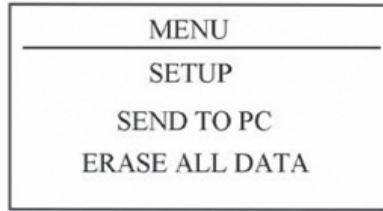

Figura 8 Menú de configuración
-  (modalidad/OK): presionando esta tecla se puede cambiar la visualización sobre la pantalla; manteniéndola presionada, se visualizará el menú de configuraciones (como muestra la Figura 8)
En el modo de visualización numérica/curva, presione “” (tecla modalidad) para acceder a la pantalla del menú de configuraciones que muestra la Figura 8.